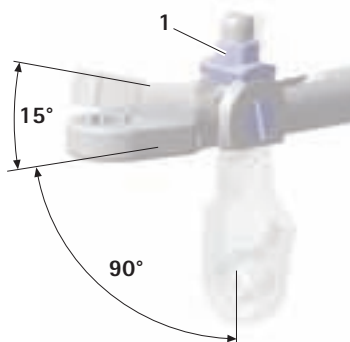

Рис. 3
- Установить Т-образный ключ Н под желаемым углом и затянуть шестигранник 1 по часовой стрелке, см. Рис. 3.